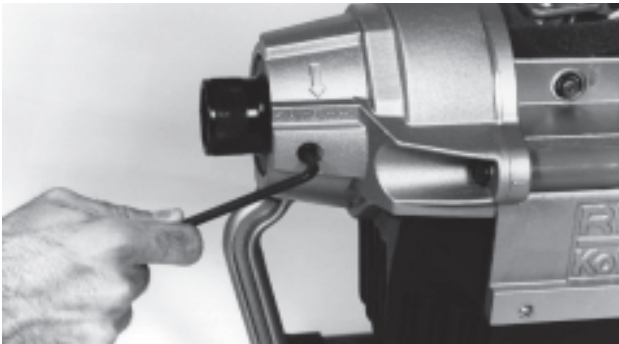

Figura 9 – Afloje el tornillo de retención
- Afloje el tornillo de retención en la perilla de ajuste con una llave hexagonal de 1/4 pulgada (*Figura 9*).
- Afloje el tornillo de retención con una llave hexagonal de 1/4 de pulgada (Figura 9).